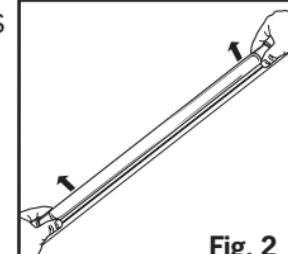

Fig. 2
- 2** Quite la bombilla del aplique de luz (**A**), colocando los pulgares sobre los extremos metálicos de la bombilla. Mientras ejerce una presión ligera sobre la bombilla, haga rodar la bombilla hacia usted, hasta que las espigas de contacto ubicadas en los extremos de la bombilla se desacoplen del portalámpara. Tire de la bombilla directamente hacia fuera del portalámpara y póngala a un lado durante el montaje (**Fig. 2**). Es posible que quiera poner la bombilla o bombillas en un lugar seguro hasta que complete el ensamblaje.